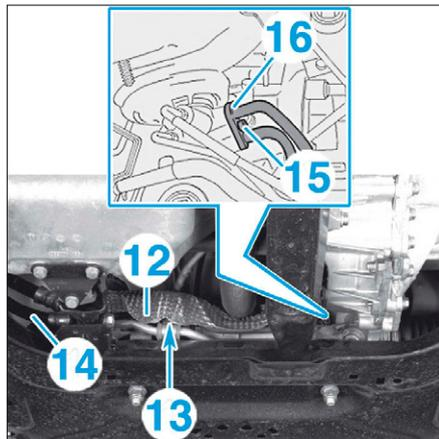

FIG. 17
- Ecarter l'écran thermique (12) de crémaillère de direction assistée (Fig.17).
- Déposer la vis (13) et écarter le support des canalisations de direction assistée.
- Pincer, à l'aide d'une pince-durite, la canalisation (14).
- Déposer la vis (15) et débrancher le raccord (16).
- Rebrancher le raccord (16) en veillant à remplacer ses deux joints toriques.
- Reposer les vis (15) et (13).